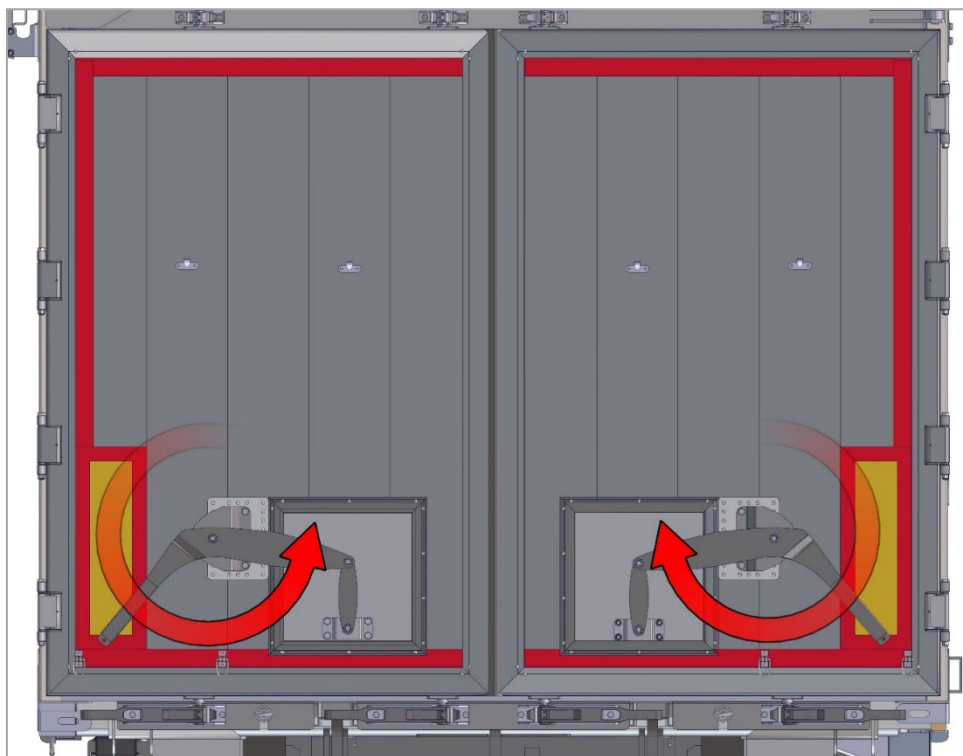

Рис. 40. Положение ручки и люка
- открыть люки, повернув ручки (вариант2) (Рис. 40);